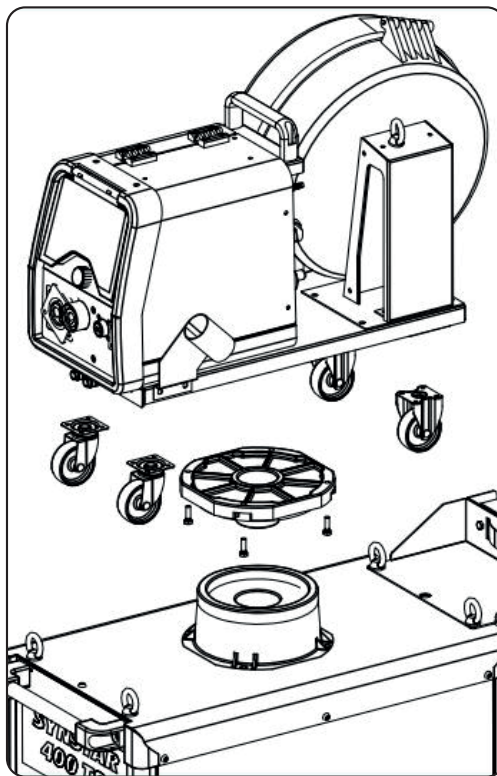

Abb. 2
- ◆ Die Tragplatte am Drahtvorschubgerät anbringen und die Aufnahme an der Stromquelle anbringen (siehe Abb. 2). Die kleinen Räder und der Brennerhalter müssen am Boden des Drahtvorschubgeräts angebracht werden (siehe Abb. 2). Das so fertig montierte Drahtvorschubgerät muss auf die Aufnahme der Stromquelle aufgesetzt werden.